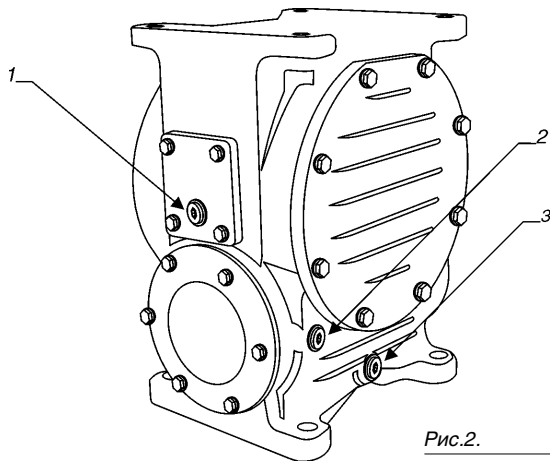

Рис.2.
- 4.2.12. Редуктор привода шпинделя червячного типа предназначен для повышения крутящего момента и снижения окружной скорости обода колеса до необходимой. Корпус редуктора снабжен винтовыми пробками, предназначенными для заправки, контроля уровня и слива масла. Схема заправки, контроля уровня и слива масла указана на *рис.2*, а также на внутренней поверхности кожуха